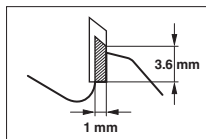

Figura 1 Dimensiones mínimas de las puntas de cuchilla de sierra circular compuesta.
3. Las cuchillas de sierra circular compuestas (calzadas con metal duro) donde la dimensión se redujo a 1 mm, no deben seguirse usando. Consulte la Figura 1.